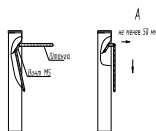

Рис.1 Работа штанги «антипаника»
6.4 Установите штанги. Для этого снимите крышку поворотного механизма, открутив винт М5 (рис.1). Штанги «антипаника» установите фаской резьбового отверстия к центру поворотного механизма турникета. Закрепите штанги болтами М10, входящими в комплект штанг. Для перевода штанги «антипаника» в положение «проход открыт» оттяните штангу в направлении А (от турникета) на 50-80мм и поверните ее вниз (рис.1). Время открытия штанги «антипаника» составляет 1-3с. Закройте место крепления штанг крышкой.